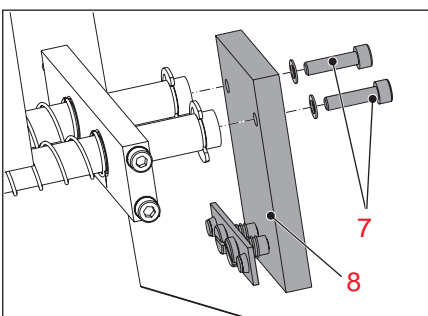

Bild 22
2. Die 2 Innensechskantschrauben (7) lösen und zusammen mit Sicherungsringen und Verbindungsleiste vst. (8) abnehmen, siehe **Bild 22**.
3. Neue Verbindungsleiste vst. (8) mit den 2 Innensechskantschrauben (7) und Sicherungsscheiben an den Antriebsachsen der Standard-TuE festschrauben.